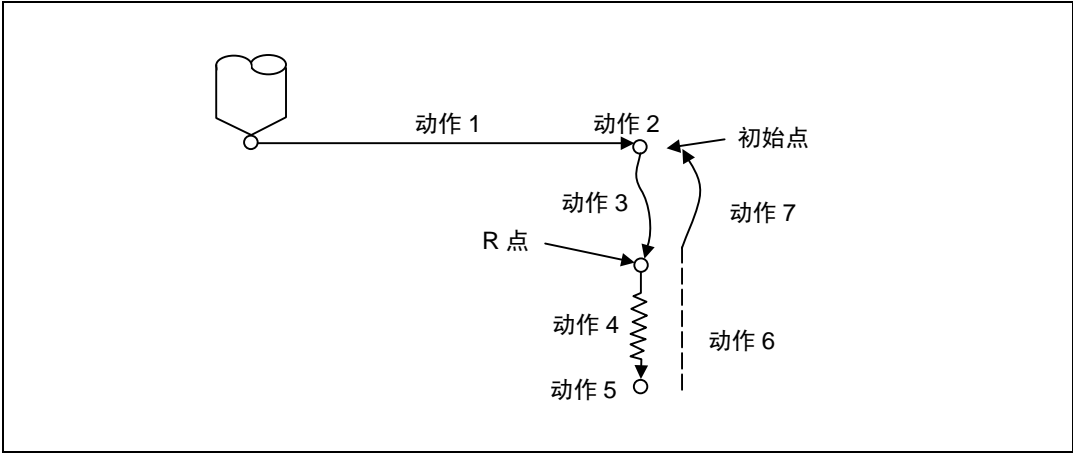

图13-1固定循环动作图
- (1) 数据概要与对应地址
- (2) 当与固定循环在同一单节内，或是为固定循环模式时，如果指定M00、M01，则忽略固定循环，在定位后输出M00、M01。当指令了X、Y、Z、R中的任何一个时，执行固定循环。
- (3) 实际的动作可分类为以下7个，如下图13-1。